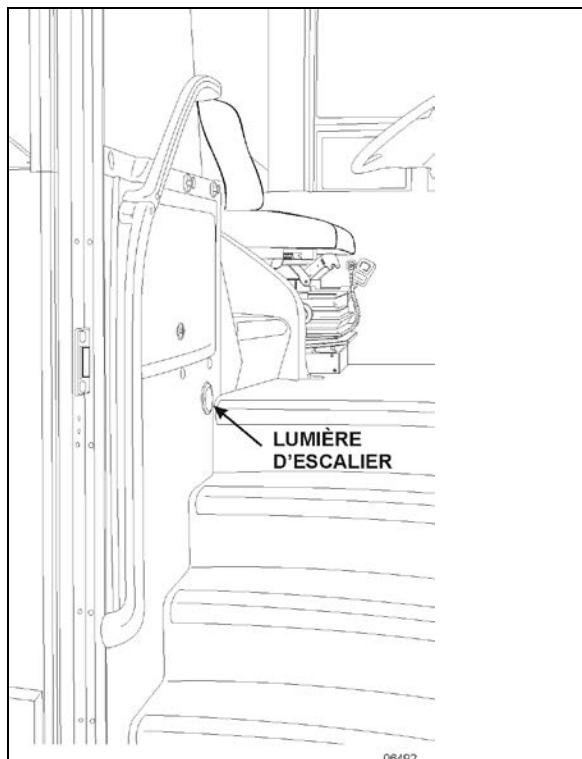

FIGURE 70 : EMMARCHEMENT DE L'ENTRÉE DE L'AUTOCAR
3. Pour installer un nouveau commutateur, inverser la procédure (FIGURE 70).